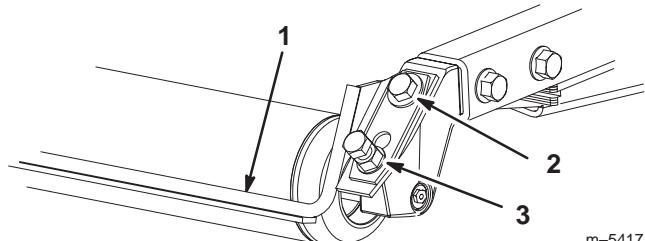

Bild 4
1. Lösen Sie die beiden oberen Befestigungsschrauben und die unteren beiden Bundmuttern (Bild 4).